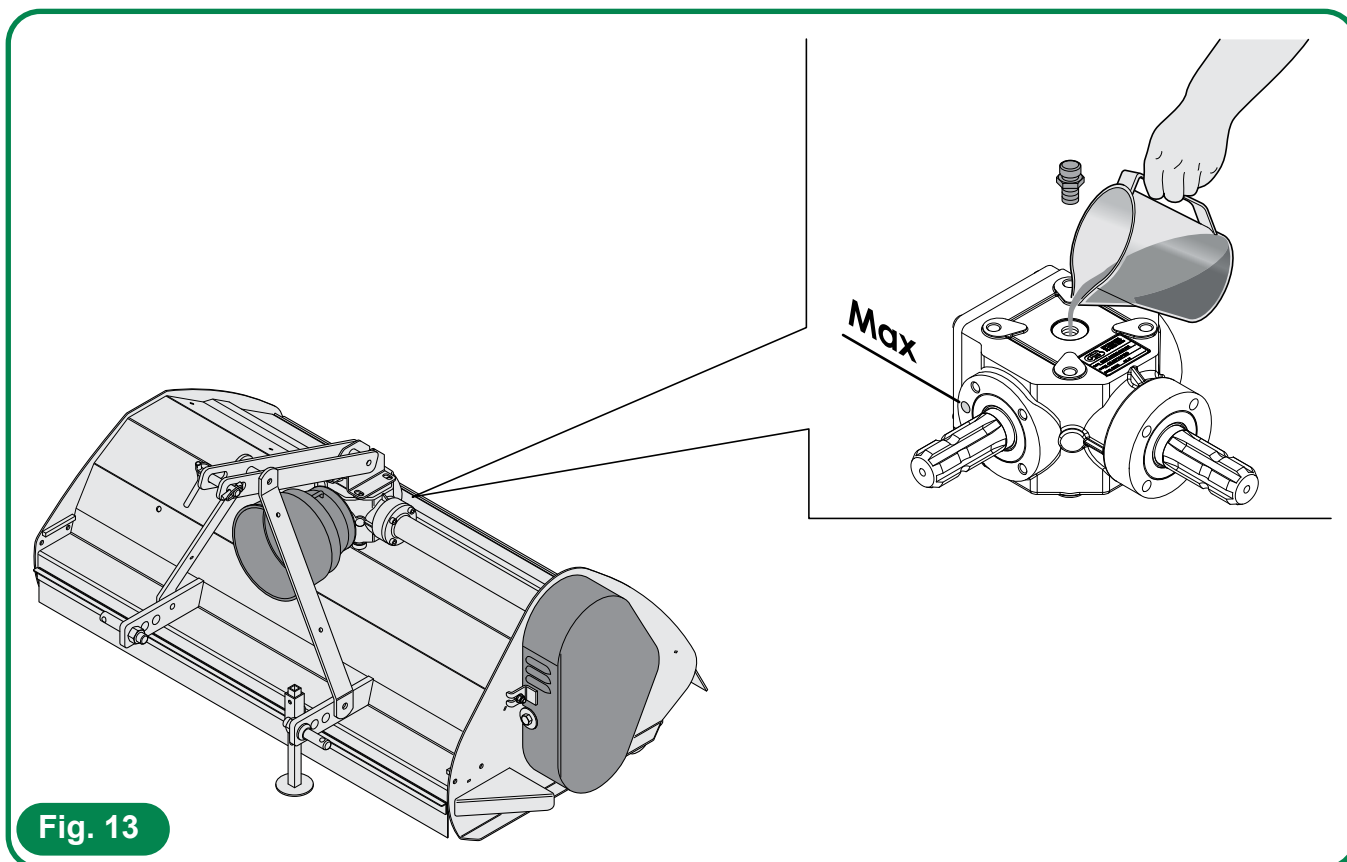

Fig. 13
- Kontrollera oljenivån i multiplikatorn med hjälp av den särskilda pluggen. Se fig. 13.